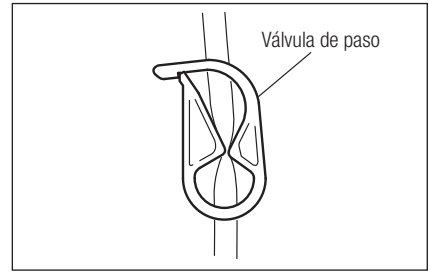

Fig. 12
- 1) Cierre la válvula de paso del tubo, entre la aguja del tubo de irrigación y la bomba de irrigación, tal y como se muestra en la Fig. 12.